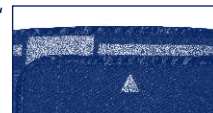

Figura 6
- Verificare che la freccia indicata sul bracciale si trovi all'interno della „marcatura per la circonferenza del braccio“ che si trova sul bordo del bracciale (Figura 6).